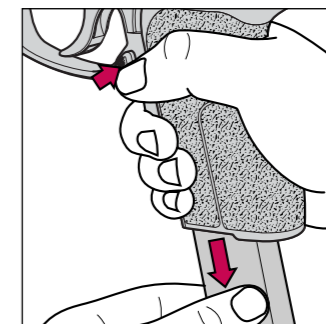

Abb. 2
3. Magazinhalter **24** betätigen und Magazin entfernen (Abb. 2).
- Magazinhalter **24** betätigen und Magazin entfernen (siehe Abb. 2, Seite 9).